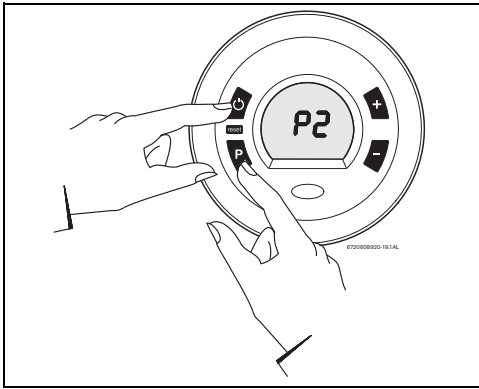

Fig. 39
- ▶ Mantener pulsada la tecla de programación y pulsar el interruptor principal ON/OFF para conectar el aparato (consultar la Fig. 39).